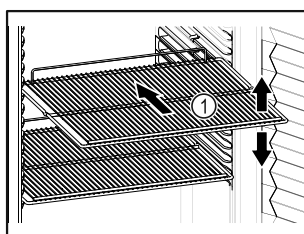

Fig. 77 Példaként szolgáló ábrázolás
- Ha a tároló rácsok Fig. 77 (1) áthelyezhetőek, akkor igazítsa be őket a kívánt magasságnak megfelelően.